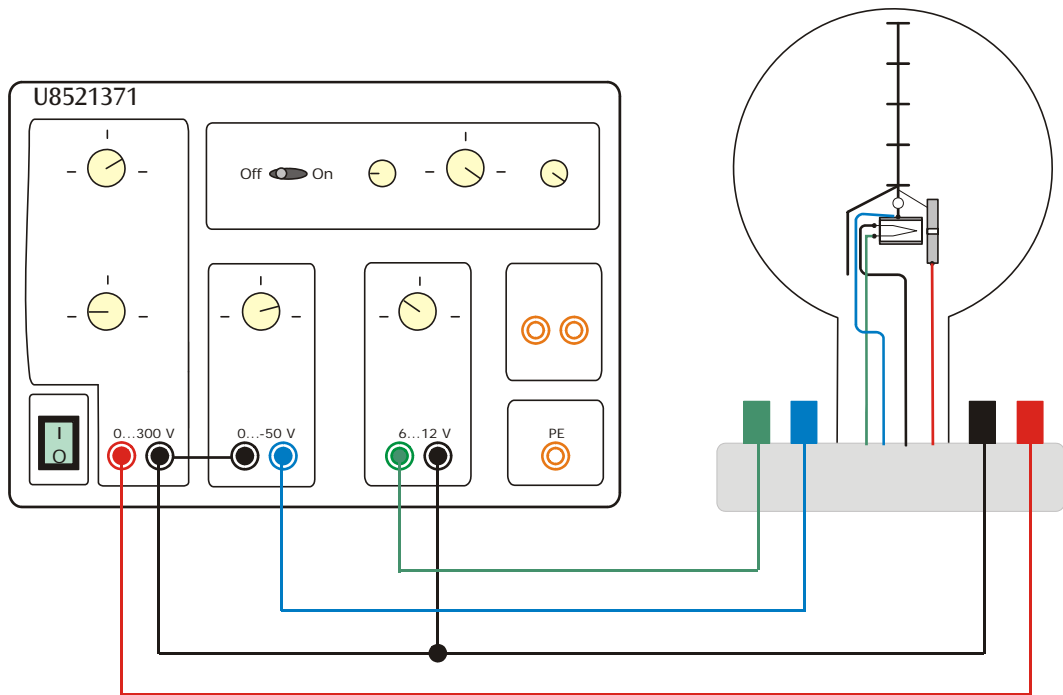

Fig. 1 Raccordement du tube à pinceau étroit au bloc d'alimentation CC 300 V U8521371
- Procédez au câblage du tube comme le montre la fig. 1.